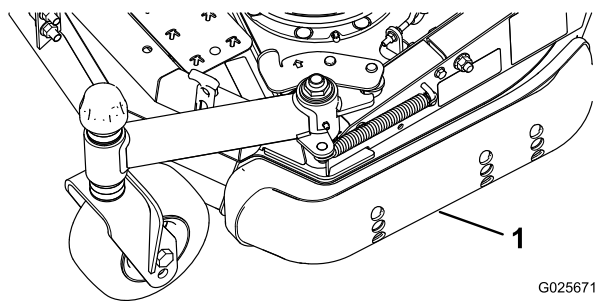

Figure 6
3. Desserrez la vis à l'avant de chaque patin (Figure 6).